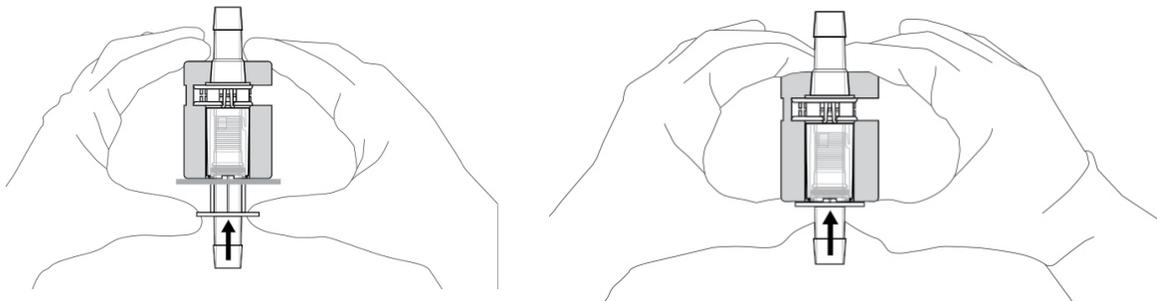

Abbildung 5.34. Daumenaufgabe des Konnektors nach unten zur Basis des Zylinders drücken.
7. Während sich der Kleenpak Konnektor weiterhin in der Montagehilfe befindet, drücken Sie die Daumenaufgabe des männlichen Kleenpak Konnektors zur Basis des Zylinders (Abbildung 5.34).